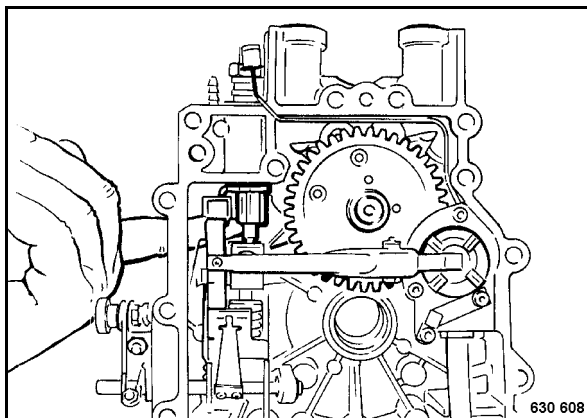

Fig. 78
- A través de la abertura lateral empujar el elemento de bomba (Fig. 78) con el dedo hacia arriba, y sacarlo con una barra magnética.